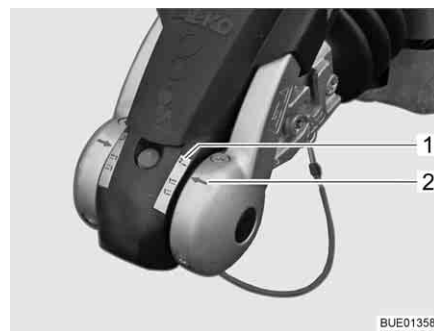

Fig. 6 Contrôle "AKS terminé"
- Effectuer un contrôle visuel : La flèche (Fig. 6,2) doit se trouver au repère "2" (Fig. 6,1).